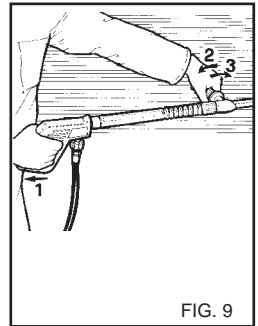

FIG. 9
**USO DELLA LANCIA DOPPIA (fig.9). (Se presente)**